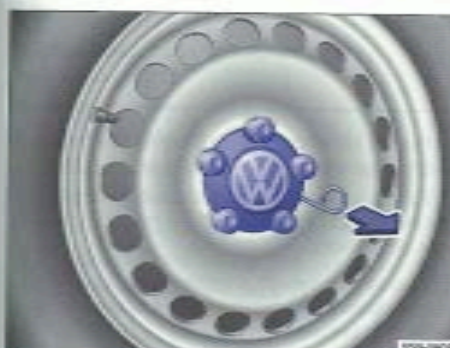

Fig. 212 Extraction de l'enjoliveur central en tirant
- Pour le redresser, retirez l'écrou métallique de l'outillage de bord $\Rightarrow$ page 386 et accrochez-le sur l'arrêt de l'enjoliveur $\Rightarrow$ fig. 212.